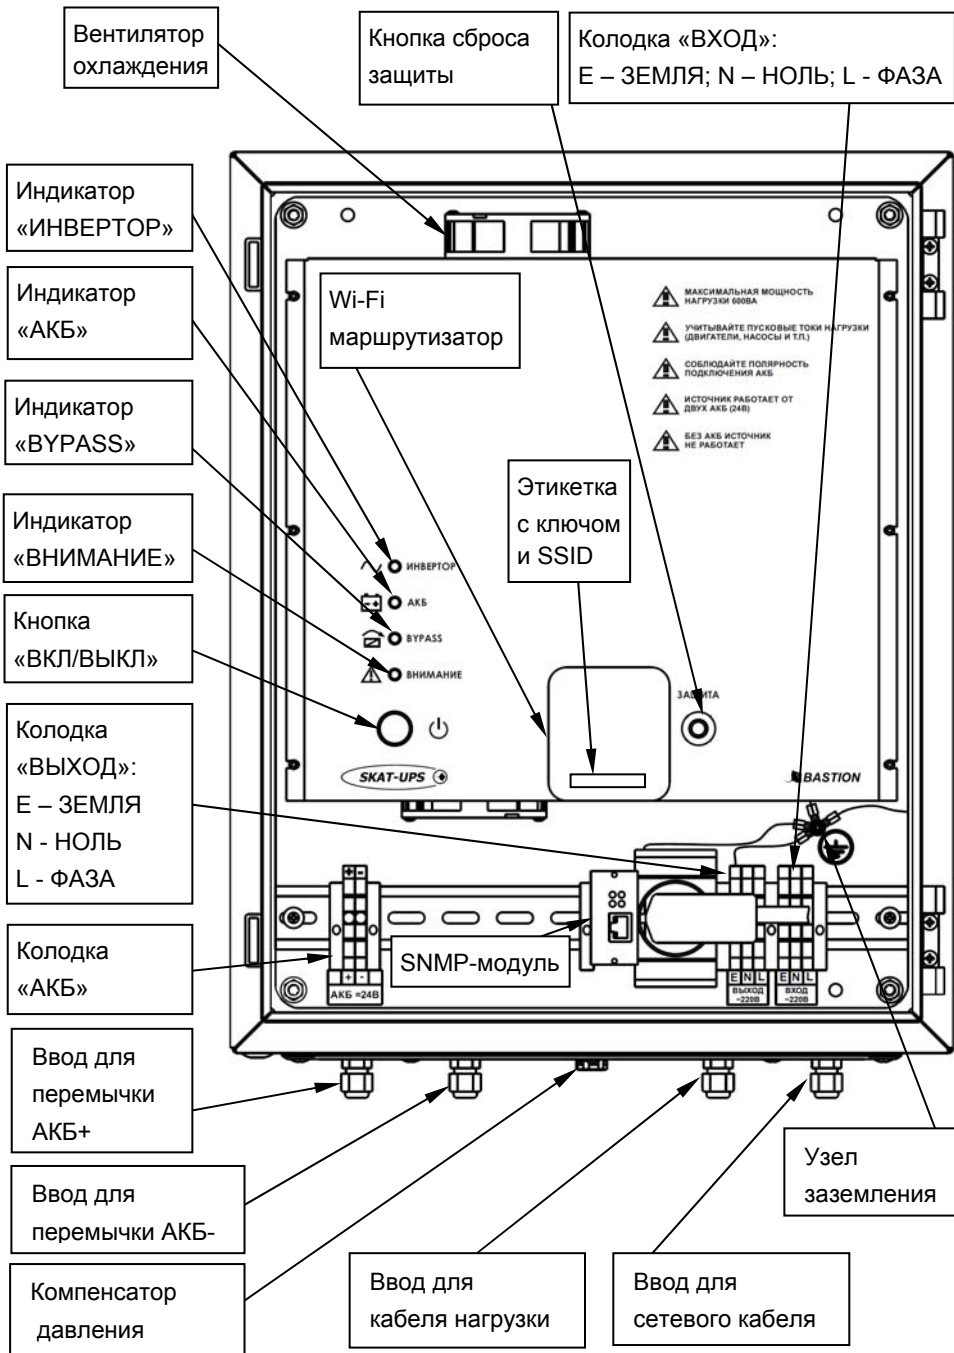

Рисунок 2 - вид изделия с открытой дверцей
Ключ доступа к сети и SSID указаны на этикетке, расположенной на передней панели маршрутизатора (см. рисунок 2).
Установите кабельные вводы и компенсатор давления (входят в комплект поставки) в предусмотренные для них отверстия на нижней стенке корпуса изделия (см. рисунок 2).
Подключение внешних цепей к изделию выполняется через соответствующие кабельные вводы в соответствии с назначением клемм подключения (см. рисунок 2).
- Подключите к изделию, соблюдая полярность, провода для подключения внешней АКБ (см. рисунок 2).
- Зафиксируйте подведенные к изделию провода и кабели в соответствующих герметичных кабельных вводах (см. рисунок 2).